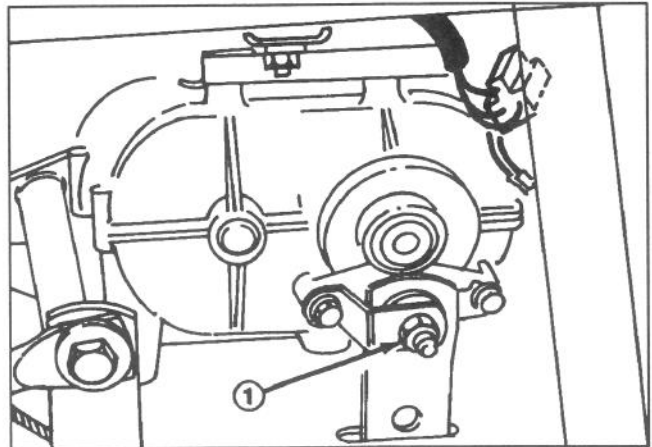

Abbildung 29
3. Die Kontermutter um ca. Umdrehung im Uhrzeigersinn anziehen (Abb. 29).